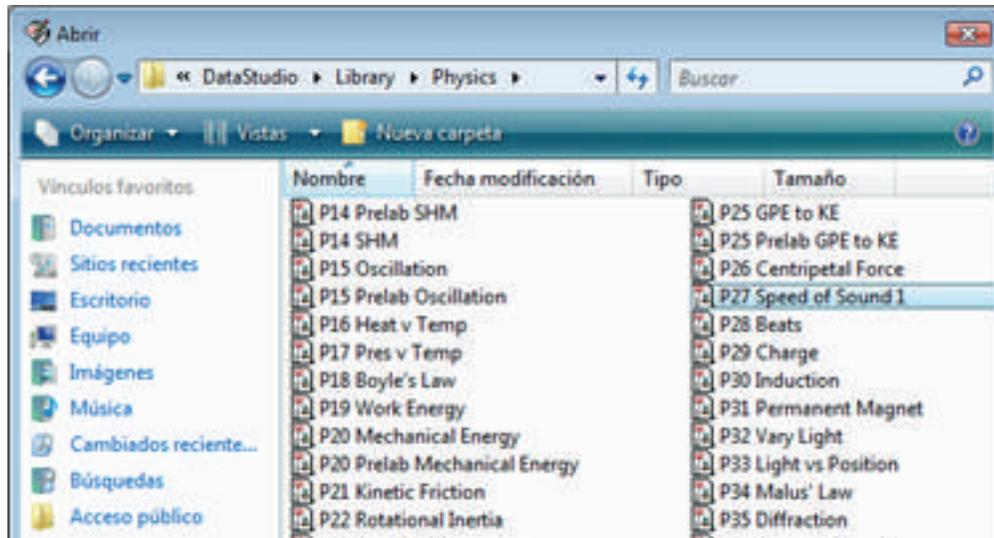

Figura 10.22. Lista de actividades
- a) Abra el archivo llamado: "P27 Speed of sound 1" (figura 10.22).